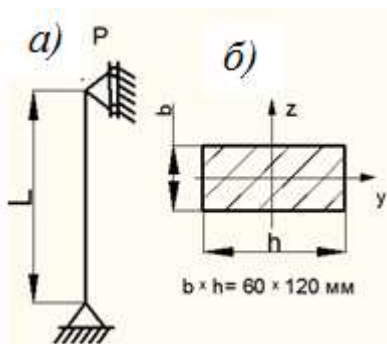

Рисунок 40 – Стойка при продольном изгибе
1. Определить величину допускаемой сжимающей нагрузки для стойки с шарнирным закреплением концов (рис. 40, а) и прямоугольной формой поперечного сечения (рис. 40, б). Материал стойки Ст.3 с допускаемым напряжением на сжатие  $[\sigma] = 160 \text{ МПа}$  и запасом устойчивости  $k = 2$ .